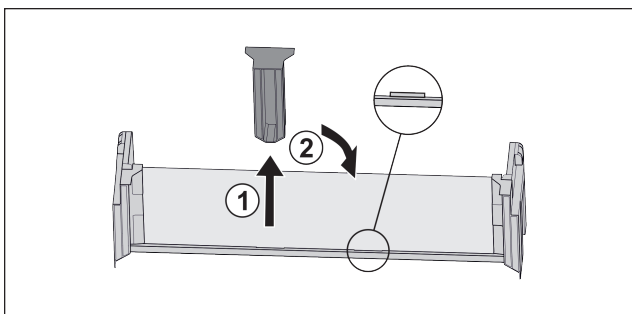

Fig. 103
- ▶ Wyciągnąć środkowy element trzymający Fig. 103 (1).
- ▶ Włożyć środkowy element trzymający na środkowej pozycji Fig. 103 (2).